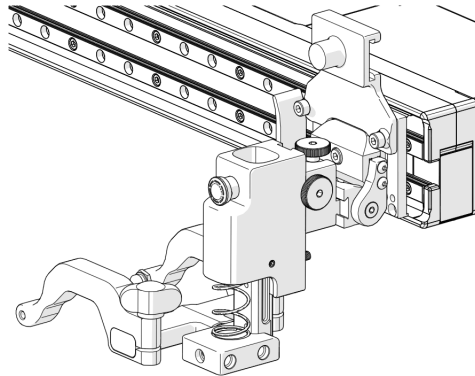

Abbildung 2-109 Abgesenkt auf die Scanfläche
2. Senken Sie die Prüfkopfhalter langsam auf die Scanfläche ab (siehe Abbildung 2-109 auf Seite 119).